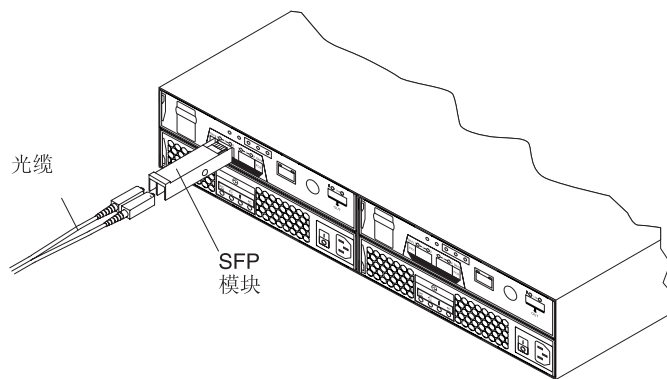

图 13. 将 SFP 模块插入主机端口
4. 将 SFP 模块插入主机端口，直到它咔嗒一声到位。请参阅图 13。